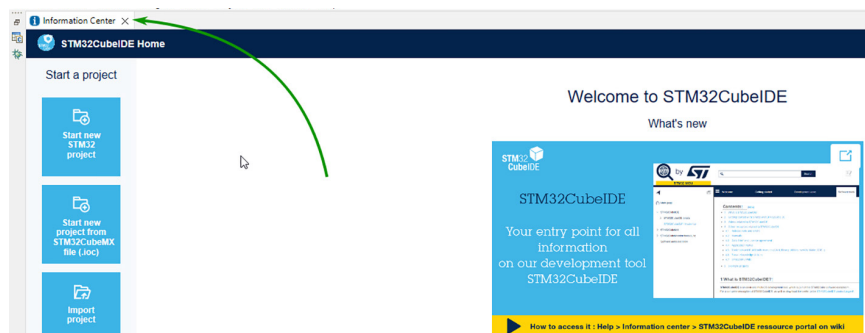

Рис. 2.4. Стартовое окно STM32CubeIDE
2. Закройте стартовое окно, если оно открыто (рис. 2.4).